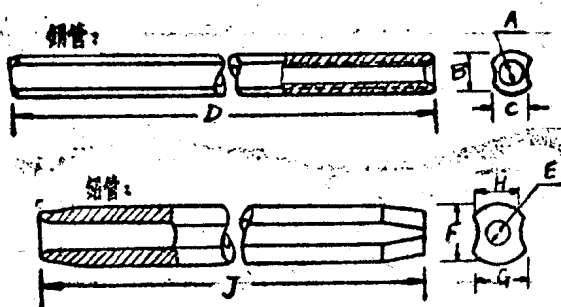

图 6 鋼心鋁綫用的水压式压接管外形图
3. 鋼心鋁綫用的水压式压接管 鋼心鋁綫用的水压式压接管由兩部分組成。里面一根鋼管，用来連接鋼心；外面一根鋁管，用来連接鋁綫。鋼管由軟鋼(含炭量0.05~0.15%)制成；鋁管由純鋁(99.5%以上)澆鑄而成。他們的外形見图6。
4. 鋁綫用的水压式压接管 鋼綫用作架空地綫的时候，連接也用鋼管，用水压机压制。这种鋼管外形同鋼心鋁綫用的連接鋼心的鋼管一样(图 6)，材料也相同。